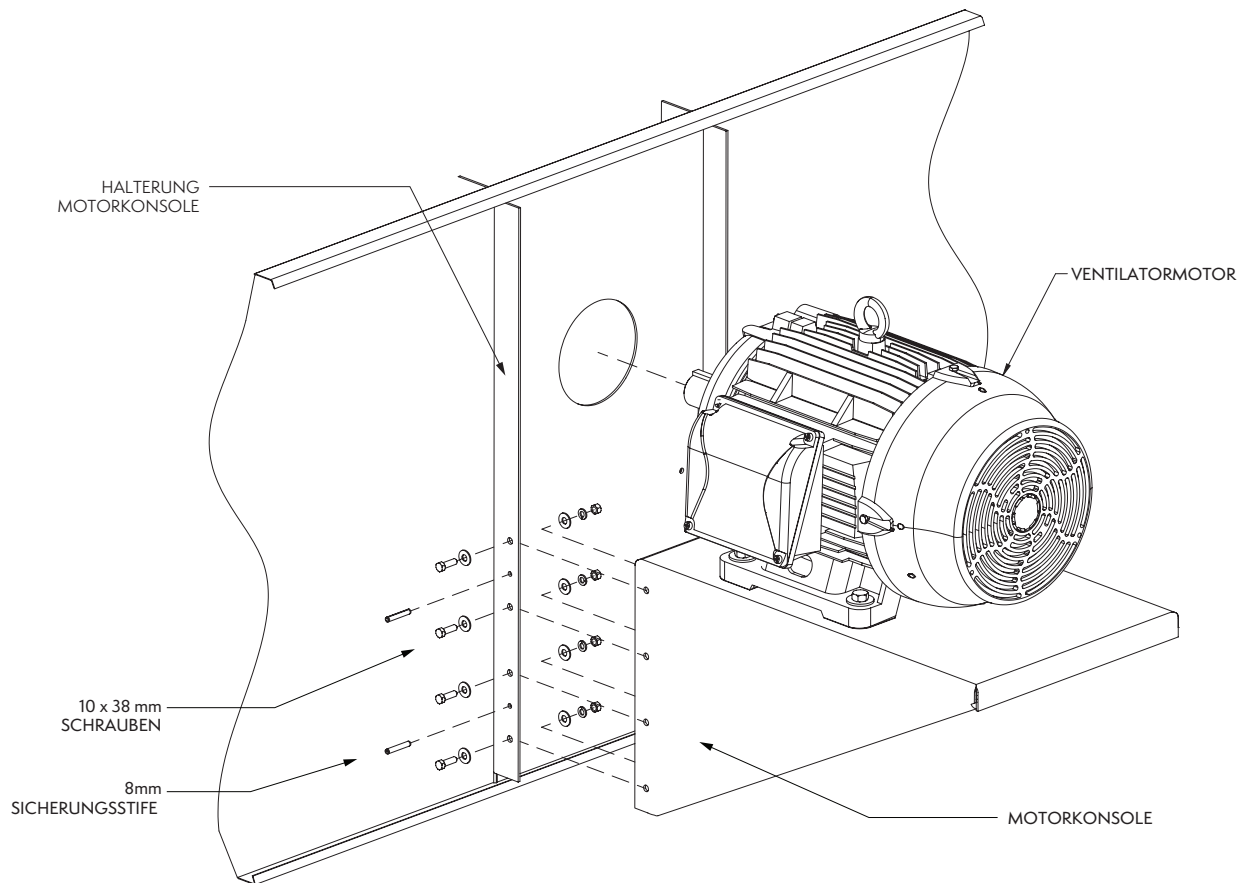

Abb. 32 – Montage des aufzenseitigen Motors bei Getriebeantrieb
2. Installieren Sie zusätzlich zu den Schrauben der Güteklasse 5 zwei 8 mm Sicherungsstifte auf jeder Seite der Motorkonsole, wie in **Abb. 32** dargestellt.